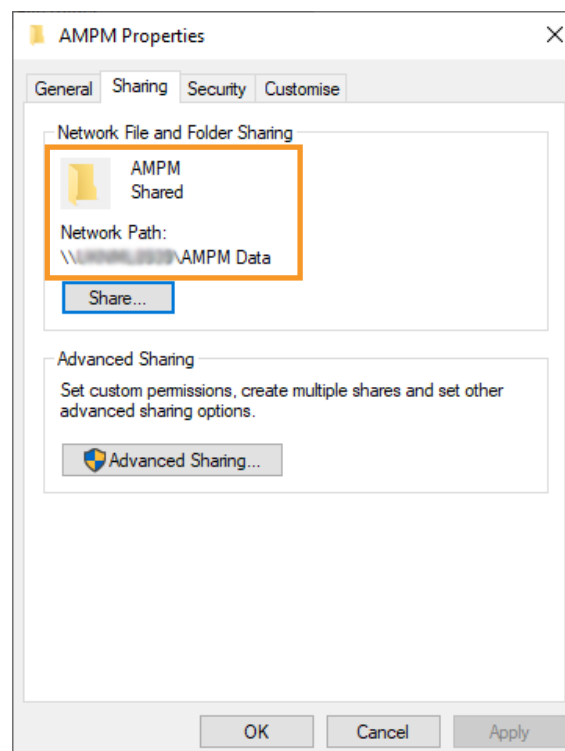

Abbildung 47 Freigabe des Ordners überprüfen
4. Bestätigen Sie, dass der ausgewählte Ordner freigegeben werden soll, und klicken Sie auf **Close** (Schließen) (siehe Abbildung 47).